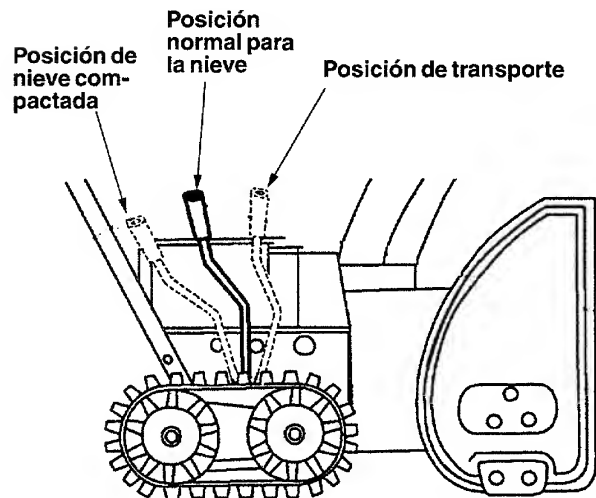

Figura 16
- Para inspeccionar el ajuste del control del propulsor de tracción y de la palanca de cambios, mueva la palanca de transferencia de peso a la posición de transporte (mostrado en la figura 16) y la palanca de cambios todo el recorrido hasta la sexta (6) posición.
- Retorne la palanca de transferencia de peso (mostrada en la Figura 16) a su posición normal antes de ajustar las zapatas deslizantes.
Vea la figura 16. La palanca de transferencia de peso está ubicada a la derecha del expulsor de nieve y se usa para seleccionar la posición del armazón y el método de operación de la oruga. Mueva la palanca hacia la derecha, y a continuación avance o retroceda a una de las tres posiciones.